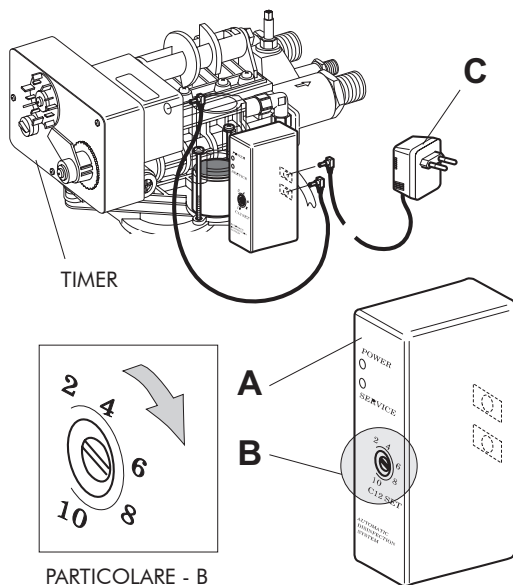

Fig. 10
- Inserire lo spinotto dell'alimentatore nella centralina, e collegare l'alimentatore alla presa di corrente (vedi Fig.10 pos.C pag.12).
Il led rosso indica la posizione di "produzione cloro" e si accenderà solo durante il passaggio della salamoia (vedi Fig.10 pag.12).
- Regolare mediante un cacciavite il potenziometro della centralina per il volume di resina dell'addolcitore (vedi TABELLA INDICATIVA REGOLAZIONE POTENZIOMETRO B) (vedi fig.10 pos. B pag.12).